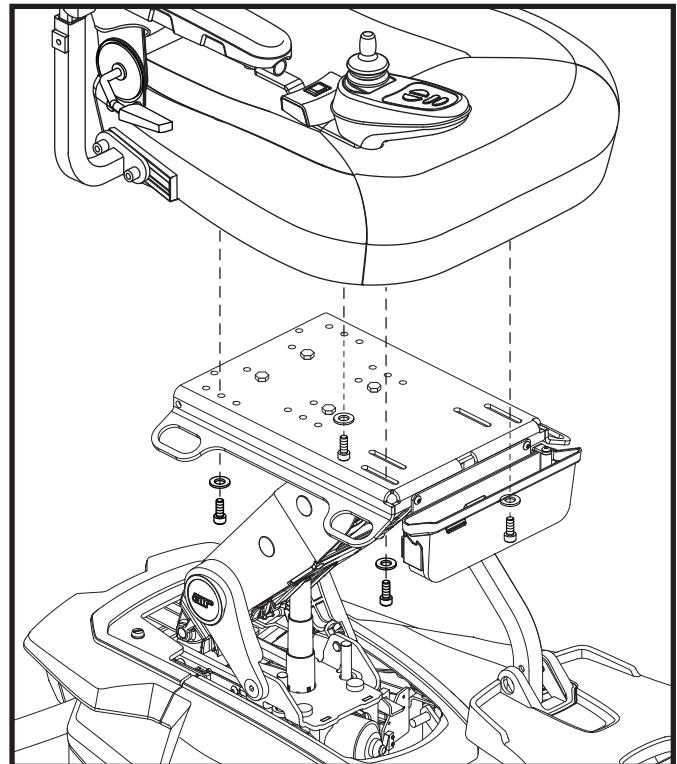

Bild 10. Sitzinstallation
9. Neigen Sie den Sitz nach hinten. Führen Sie zunächst die eine vordere Schraube mit Unterlegscheibe durch den entsprechenden Schlitz in der Sitzplatte und richten sie auf das zugehörige Schraubloch in der Unterseite des Sitzes aus. Zunächst nur von Hand leicht anziehen und locker lassen. Siehe Bild 10.